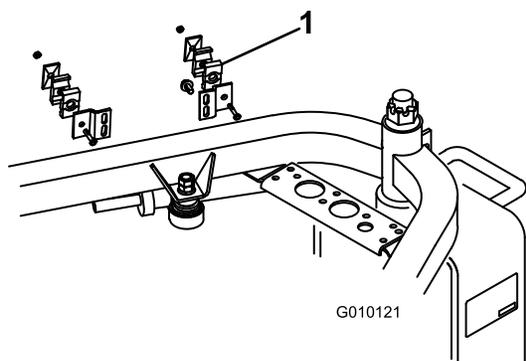

**Рисунок 4**
- Сверьтесь с размерами, приведенными на Рисунок 4, при размещении, разметке и сверлении 4 отверстий (диаметром 9/32 дюйма или 7 мм) в правой рамной трубе.